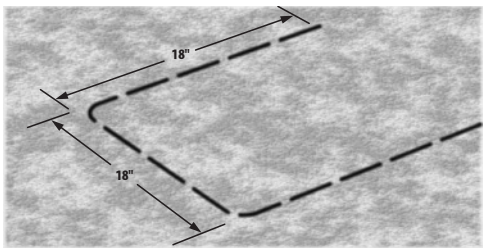
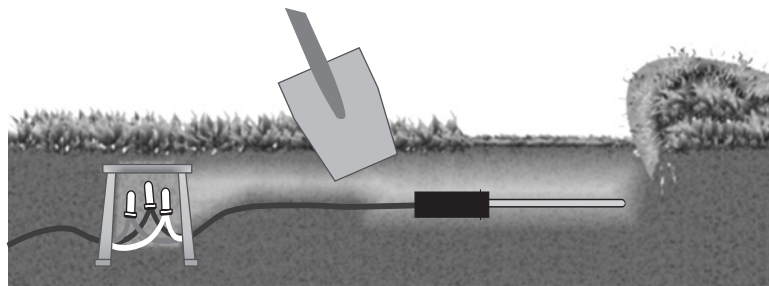

Figura 3
Figura 4
4. Utilizando una pala recta, trace tres lados de un cuadrado de 45 cm de ancho por 45 de largo y 15 cm de fondo (18"x18"x6"). La hendidura debe tener forma de U (consulte la figura 3) Hunda la pala bajo el césped unos 10 cm (4") y enrolle la capa de césped para dejar al descubierto la tierra a unos 8-10 cm de profundidad (3" - 4"). Aproximadamente a 15 cm (6") de uno de los lados de esta abertura, cave una abertura similar y un agujero lo suficientemente grande para alojar una arqueta de 18 cm (7"). Esta caja de válvula (cuadro de cableado) se utilizará para empalmar los cables adicionales desde el sensor hasta el cable zonal identificado en el paso 3. cave una zanja estrecha desde el lugar de la caja de válvula de 18 cm (7") hasta la base de la abertura cuadrada de 45 cm (18") realizada para el sensor (consulte la figura 4).